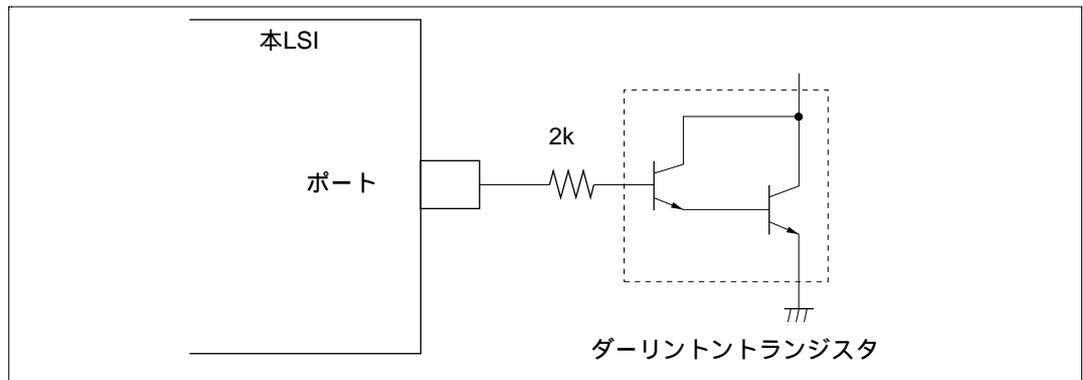
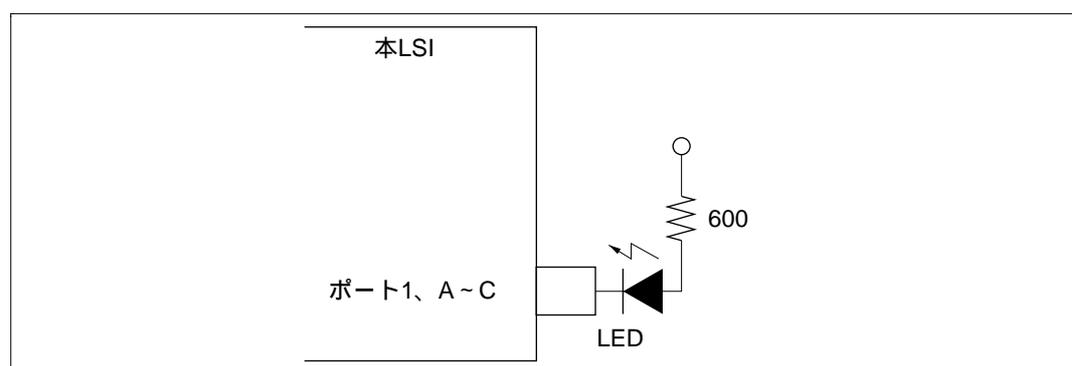

図 22.33 ダーリントトランジスタ駆動回路例
図 22.34 LED 駆動回路例
2. ダーリントトランジスタや、LED を直接駆動する場合には、図 22.33、図 22.34 に示すように、出力に必ず電流制限抵抗を挿入してください。